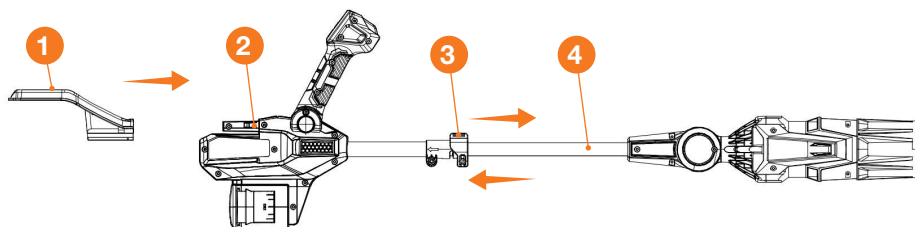

Рис. 2
- Установите необходимую длину телескопической трубы. Ослабьте зажим **3** телескопической трубы **4** и выдвиньте ее на необходимую длину. Затяните зажим **3** для фиксации (Рис. 2).